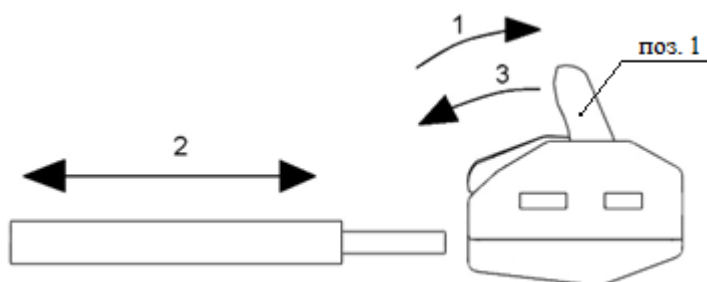
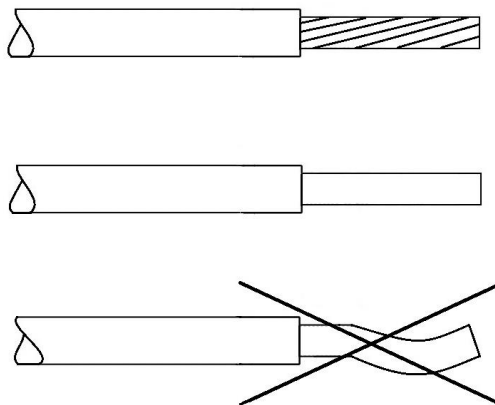

Рисунок 5 — Схема монтажа и демонтажа клеммы серии 221 и 222
Рисунок 7 — Разрешенные к использованию типы проводов для серий 221 и 222
При монтаже обязательно соблюдать разрешенные типы проводов (рисунок 7).
9.1.3 Подготовленный провод (рисунок 7) завести в монтажное отверстие (действие 2, рисунок 5).
Разрешено использовать многожильные и одножильные типы проводов. Не разрешается использовать провода с нарушенной геометрией целостностью изоляции (рисунок 7).